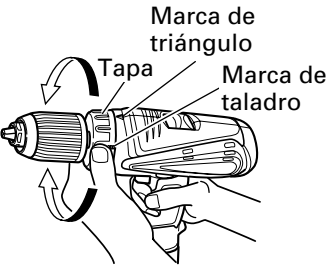

Fig. 15
7. Confirmar la posición de la cubierta (Ver la Fig. 15)
- (2) Indicación del par de apriete (Consulte la Fig. 15)
- (3) Ajuste del par de apriete (Consulte la Fig. 15)